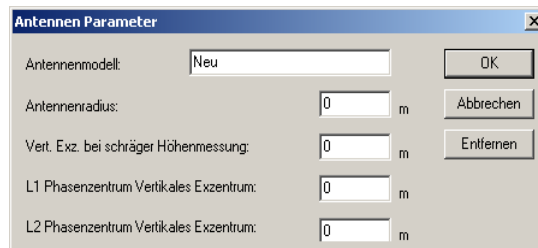

Abbildung 5.7. Dialogfeld "Antennenparameter"
3. Klicken Sie auf die Schaltfläche **Festlegen**, , um das Dialogfeld **Antennenparameter** zu öffnen (Abbildung 5.7).
4. Klicken Sie auf die Schaltfläche **Festlegen**, , um das Dialogfeld **Antennenparameter** zu öffnen (Abbildung 5.7).
5. Klicken Sie auf **OK**, um das Dialogfeld **Punkte hinzufügen** zu öffnen (Abbildung 5.7).